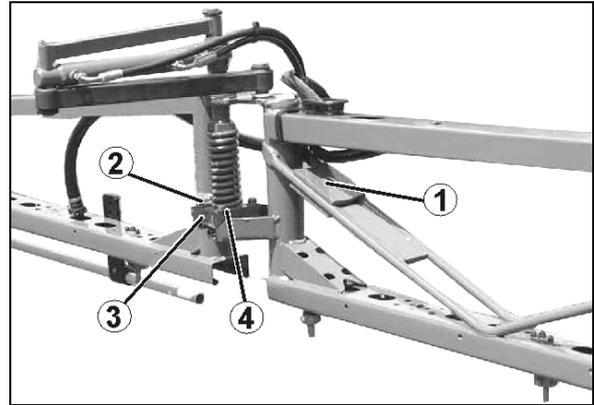

Fig. 155
De no ser así, alinear el varillaje de pulverización desplegado con la compensación de oscilaciones **desbloqueada** mediante contrapesos (Fig. 155/1). Fijar los contrapesos convenientemente en la extensión.
1. Aflojar los tornillos (Fig. 155/2) de la brida de sujeción (Fig. 155/3). La alineación se efectúa directamente con la garra de plástico (Fig. 155/4) a través de los orificios alargados de la brida de sujeción.
3. Apretar los tornillos (Fig. 155/2).